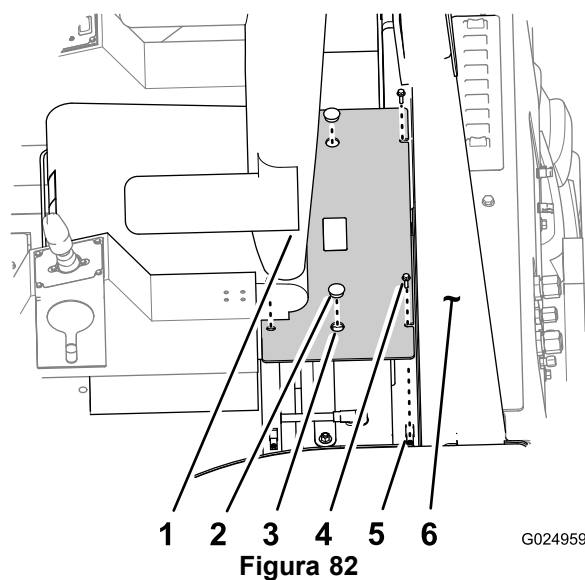

Figura 82
- Rimuovete i 4 bulloni che fissano il coperchio della batteria alla piattaforma del ROPS (Figura 82).
- Allineate i fori delle flange di montaggio del coperchio della batteria con i dadi sulla piattaforma del ROPS attorno alla batteria (Figura 82).
- Fissate il coperchio della batteria alla piattaforma del ROPS con 4 bulloni (Figura 82).